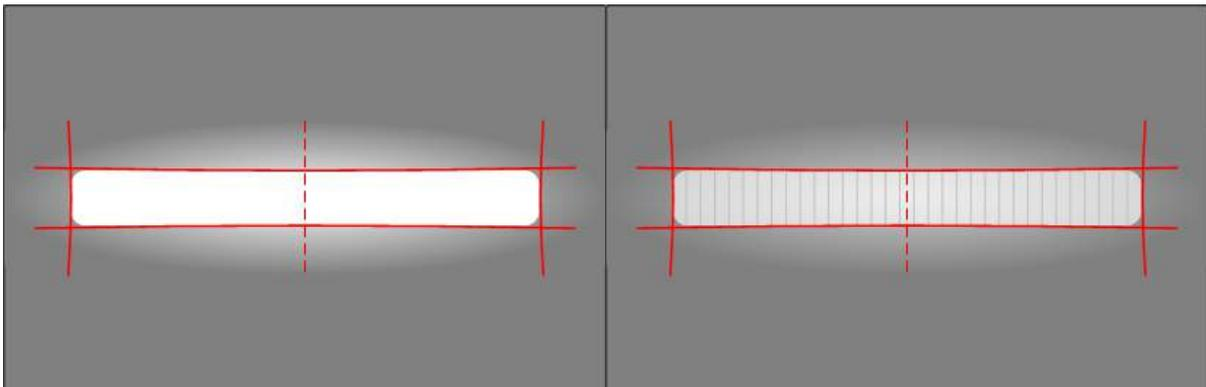

FIGURE 6.3.8 – Représentation schématique du faisceau à l'écran, sans (gauche) ou avec (droite) les fentes d'alignement
**Visuellement, sur la caméra** Plein flux (figure 6.3.8, gauche), toutes fentes expérimentales ouvertes (hg5 et hg6 de l'ordre de 5 mm), on délimite l'emplacement du faisceau au niveau de l'écran (en rouge). Si l'on est bien focalisé, en présence d'une paire de fentes, la taille du spot sur l'écran ne doit pas diminuer (figure 6.3.8, droite). Le flux de photons étant plus faible, on ne saturate plus la caméra et l'on distingue clairement les zones diffractantes situées sous les ailettes.